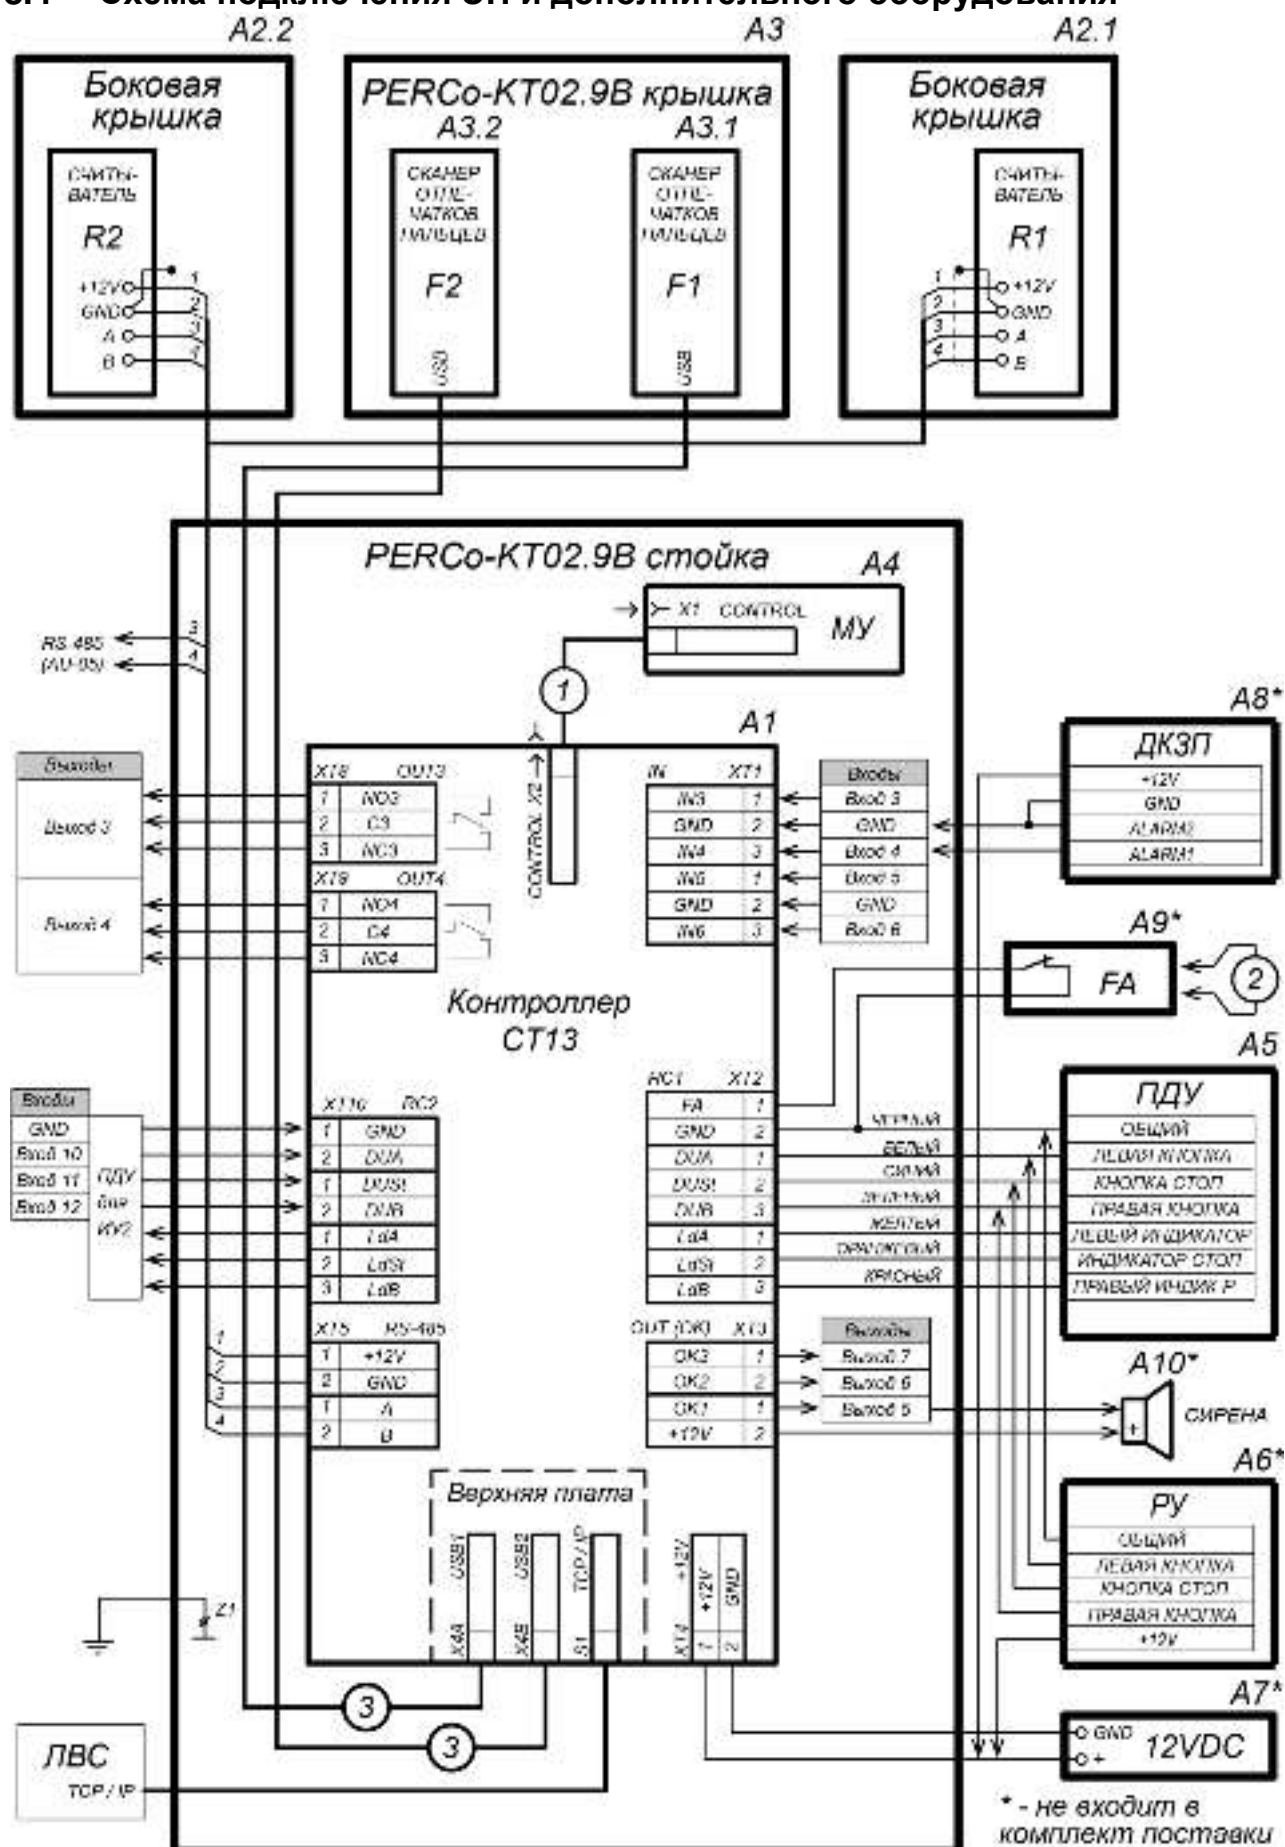

Рисунок 11. Общая схема подключения ЭП и дополнительного оборудования
Расположение клеммных колодок на нижней плате контроллера ЭП показано на рис. 6, назначение контактов клеммных колодок указано в табл. 2. Схема подключения приведена на рис. 11. Используемые при подключении типы кабелей указаны в табл. 5. При монтаже ЭП придерживайтесь следующей последовательности действий:
11. Подключите кабель питания (10) к клеммной колодке **XT4** на нижней плате контроллера согласно схеме, приведенной на рис. 11.
12. Подключите кабель ПДУ (14) к клеммной колодке **XT2** согласно схеме, приведенной на рис. 11.
13. Подключите, при необходимости, кабели от других устройств к соответствующим разъемам встроенного контроллера ЭП в соответствии с общей схемой, приведенной на рис. 11, а также частными схемами для различных видов устройств, представленными на рис. 14 - 23.
позиционные обозначения A1-A4, X1, X2 и Z1 – указаны на схеме рис.11